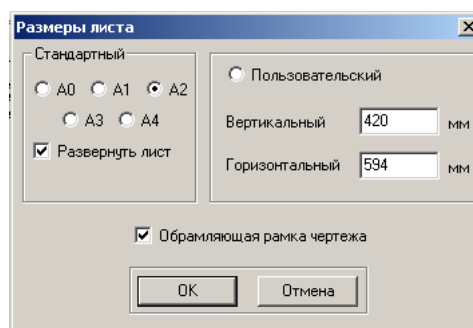

Рис.6.4.1. Окно диалога **Размеры листа**
- В открывшемся окне диалога **Размеры листа** (рис. 6.4.1) выполните следующие действия: